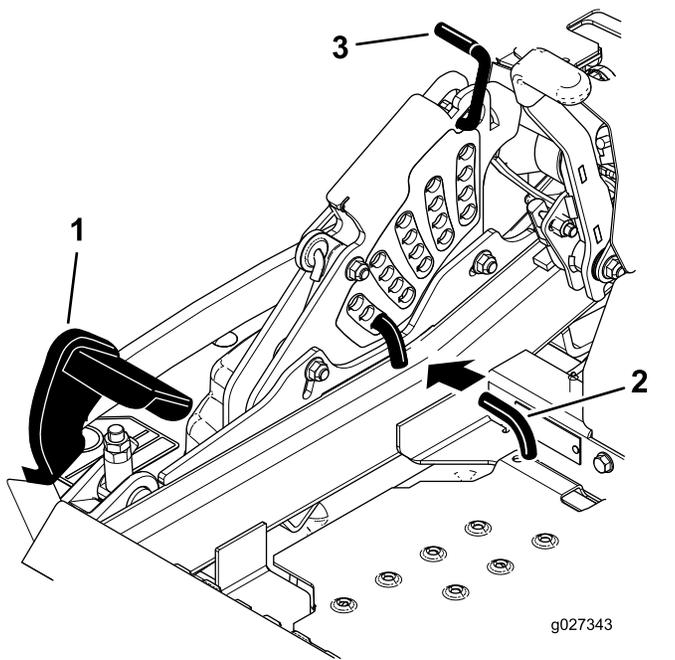

Рисунок 112
5. Нажмите педаль подъема деки до упора вперед, и дека зафиксируется в транспортном положении на высоте 14 см (Рисунок 112).